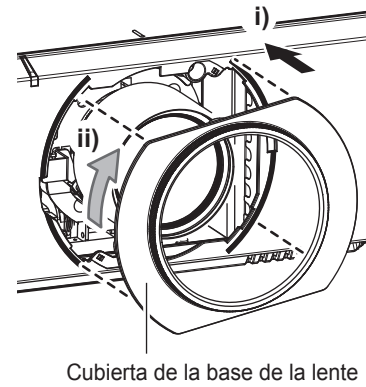

Figura 3
- 3) Coloque la cubierta de la base de la lente. (Figura 3)